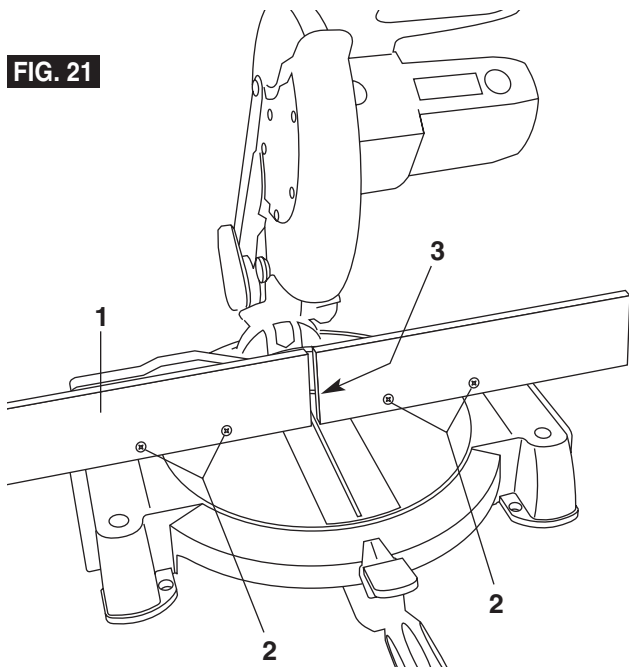

FIG. 21
1. Place a piece of wood **1** against the miter saw fence (Figure 21). (Wood can have a maximum height as high as the fence on the left. For the right side, check that head assembly does not interfere with auxiliary fence.)
4. Attach the auxiliary fence using four (4) flat head machine screws **2**. Make a full depth cut to create the blade slot **3**. Check for interference between the auxiliary fence and the lower blade guard. Make adjustments as necessary.
1. Placez une pièce de bois **1** contre le guide de la scie à onglet (Figure 21). (Le bois peut avoir une hauteur maximum aussi grande que le guide à gauche. Pour le côté droit, assurez-vous que la tête ne gêne pas le guide auxiliaire.)
4. Fixez le guide auxiliaire à l'aide de quatre (4) vis à tête plate **2**. Pratiquez une coupe de profondeur normale pour créer la fente à lame **3**. Vérifiez s'il y a interférence entre le guide auxiliaire et le protecteur inférieur de lame. Faites des ajustements au besoin.